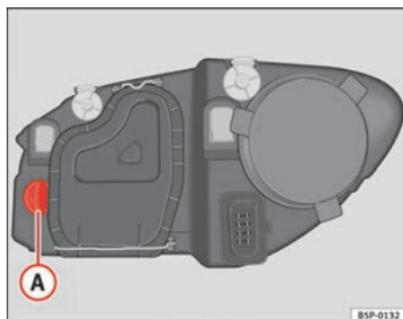

Fig. 178 Lâmpada das luzes indicadoras de mudança de direcção
- Rode o porta-lâmpadas ⇒ fig. 178 **A** para a esquerda e puxe.